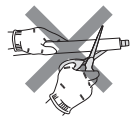

Fig. 1
- Nicht den Ablaufschlauch des Geräts schneiden. (Fig. 1)